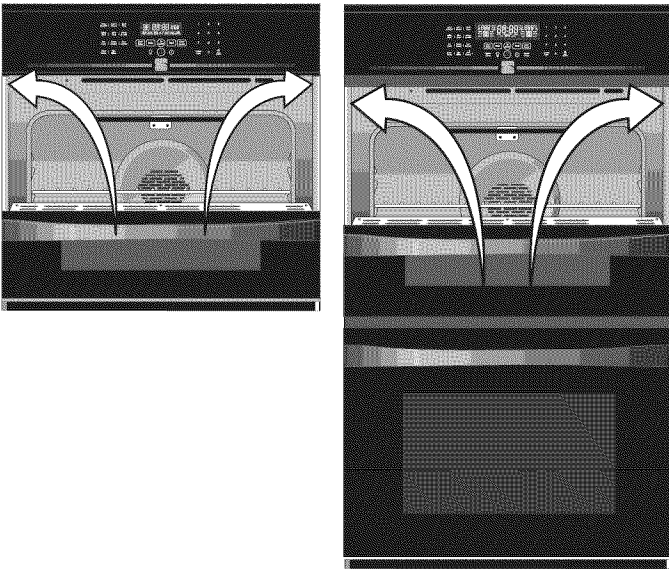

Figura 6
- A. Los barrenos en las molduras laterales pueden ser usadas como guía para localizar los tornillos de montaje de la unidad (figura 6).